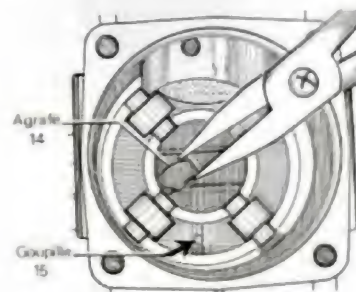

Fig. 25.
- Relier le plateau porte-galets avec le piston d'avance en faisant glisser l'axe de liaison dans le coulisseau à l'aide d'une pince à becs fins, puis placer la goupille (15) et l'agrafe (14) (fig. 25).